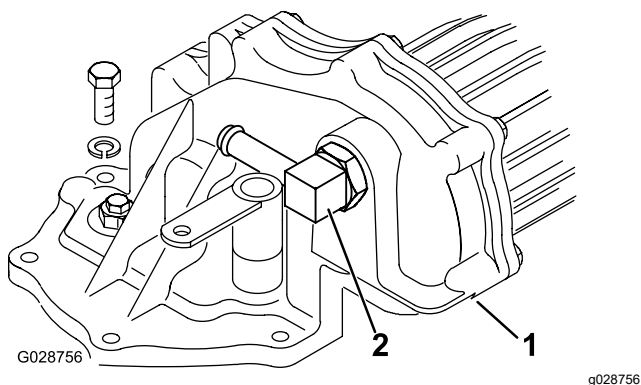

Bild 18
4. Befestigen Sie das Anschlussstück an der Vorderseite der neuen Zapfwelle und positionieren Sie das Anschlussstück, wie in Bild 18 abgebildet.
5. Entfernen Sie die fünf Schrauben, Sicherungsscheiben und die Mutter, mit denen die Abdeckplatte am Getriebe befestigt ist, und nehmen Sie die Abdeckplatte vorsichtig ab, um die O-Ring-Dichtung nicht zu beschädigen (**Bild 18**).